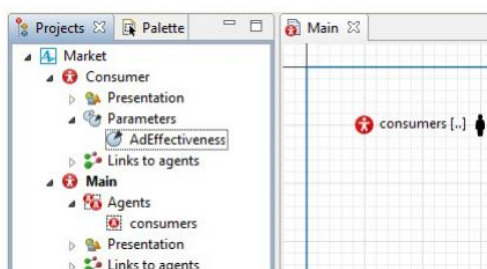

Рисунок 2.15 – Вигляд проєктів
26. Скористаємося поданням *Projects*, щоб побачити нові елементи, створені майстром. Розгорніть гілки дерева моделі, щоб побачити внутрішні складники (рис. 2.15).